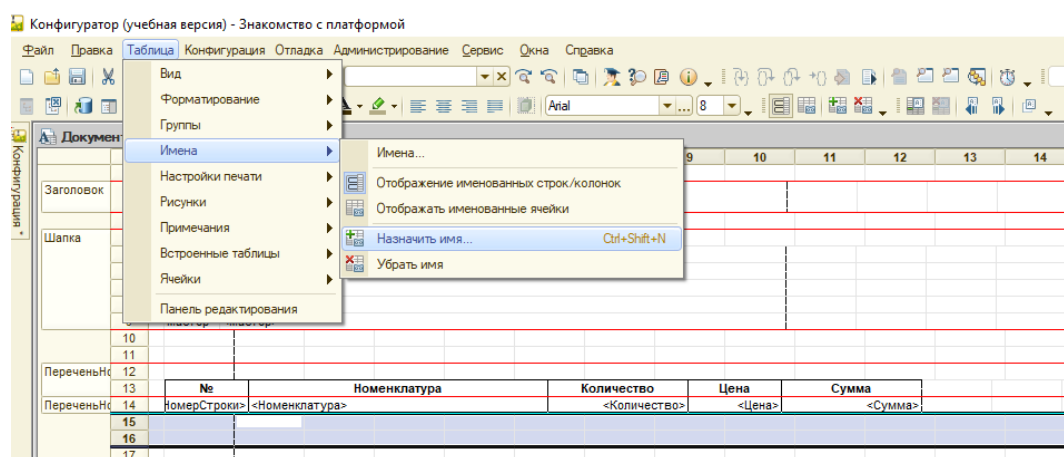

Рис. 4.1 Создание области ячеек для вывода итоговой строки
3. Добавьте новую область для вывода итоговой суммы документа. Выделите мышью две пустые строки под табличной частью документа и выполните пункт главного меню Таблица - Имена - Назначить имя... (рис. 4.1).